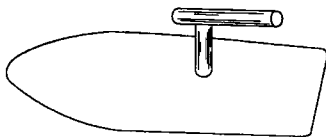

图 1-8 压子
(6) 压子 用软钢皮制作, 弹性、韧性好, 用于水泥砂浆面层和水泥地面的压光和做花饰等, 如图 1-8 所示。